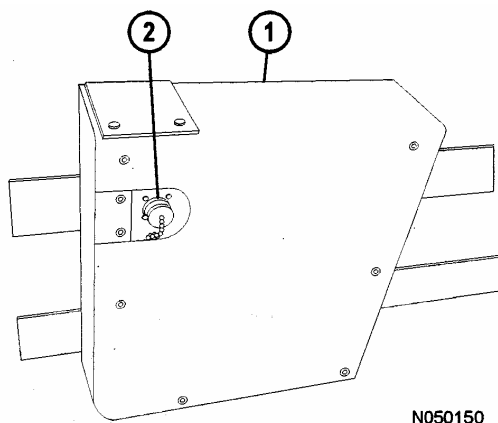

FIGURA 32-4. MEDIDOR DE CARGA UTIL III
El medidor de carga útil (1, Figura 32-4) y el conector de descarga (2) se usan para proporcionar el manejo de los datos operacionales tales como las toneladas transportadas y los tiempos del ciclo.
El conector de descarga (2, Figura 32-4) se usa con un cable especial para permitir que el medidor de carga útil (1) se comuniquen con un computador portátil.